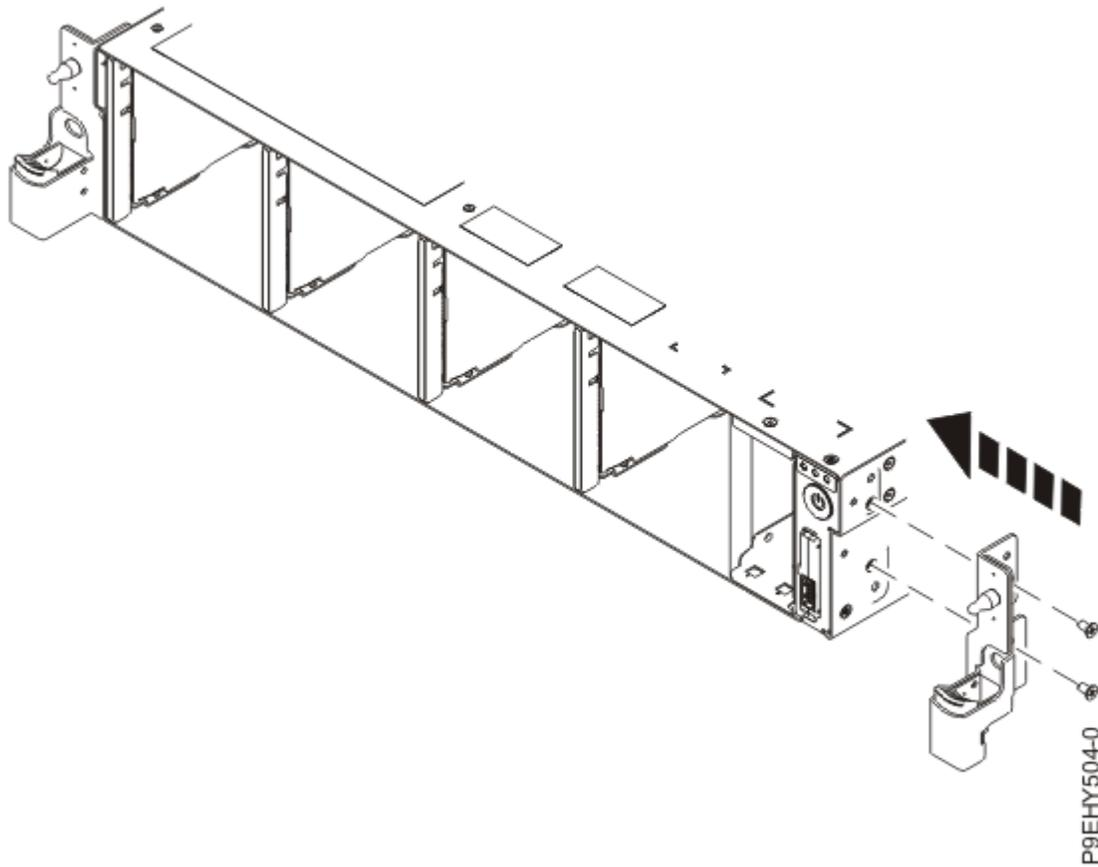

Figure 45. Remise en place du support d'installation en armoire
7. Remettez en place le support d'installation en armoire sur le côté du système (voir Figure 45, à la page 64).